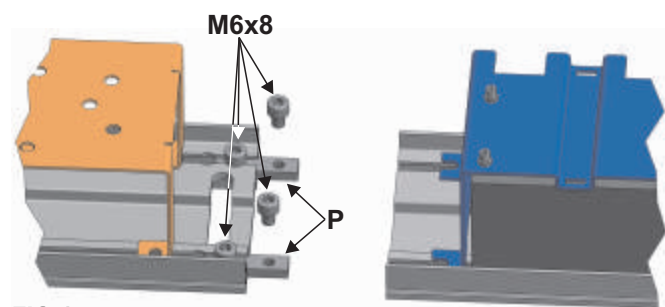

FIG.4
- Détacher le module N-BAT de l'opérateur Neptis, en dévissant les vis M6X8 qui fixent les plaquettes(P) de couplage entre les deux parties;
- Positionner le module N-BAT du côté du groupe dispositif d'alimentation PWN-T, en insérant les plaquettes (P) d'accouplement dans les encoches prévues à cet effet et en vissant les vis M6x8 (FIG.4);